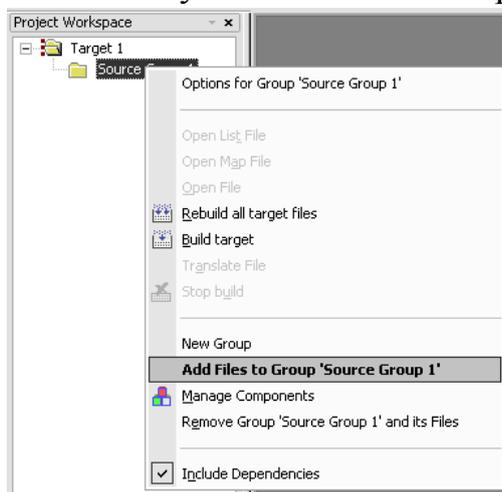

Рисунок 9
- в) Щелчком правой кнопки мыши по пункту **Source Group 1** окна проекта (см. рисунок 9) открыть его контекстное меню.